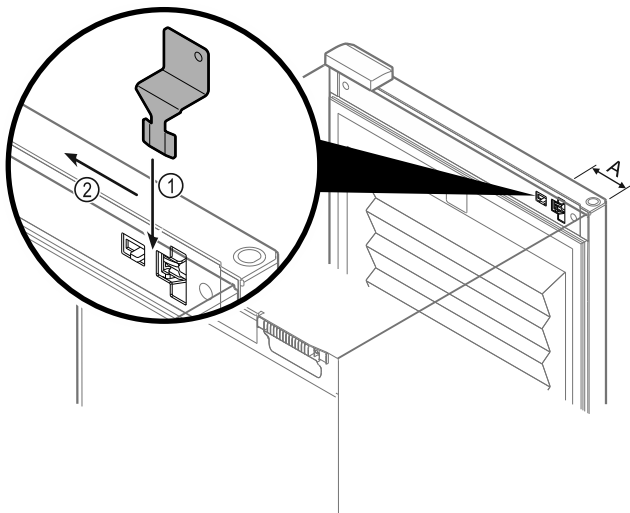

Fig. 138
- ▶ Расположите ключ для аварийной разблокировки в заданном месте Fig. 138 (A) ≈ 100мм.
- ▶ Вставьте ключ для аварийной разблокировки между дверью и корпусом устройства сверху и до упора Fig. 138 (1).
- ▶ Потяните ключ для аварийной разблокировки в направлении стороны шарнира Fig. 138 (2).